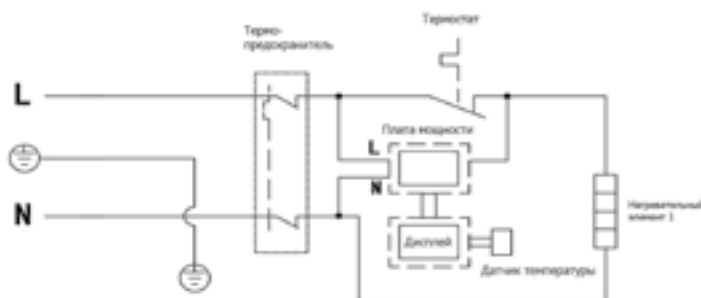

Рис. 14
- для водонагревателей серий Diamante Collezione, Diamante Inox Collezione Orizzonte: открутить гайку крепления термовыключателя, закрепленного на фланце ТЭНа, перевернуть термовыключатель и нажать до щелчка кнопку, расположенную по центру термовыключателя рис.14;